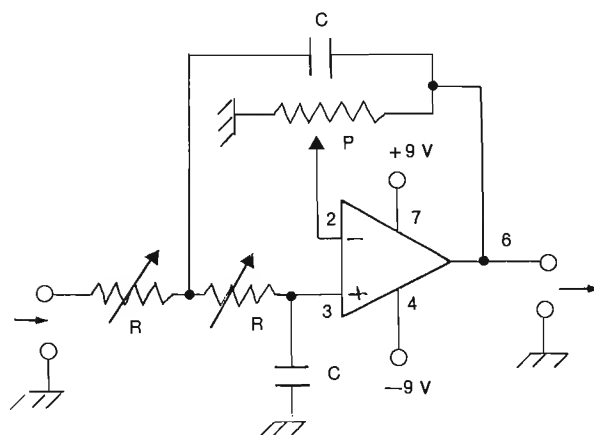
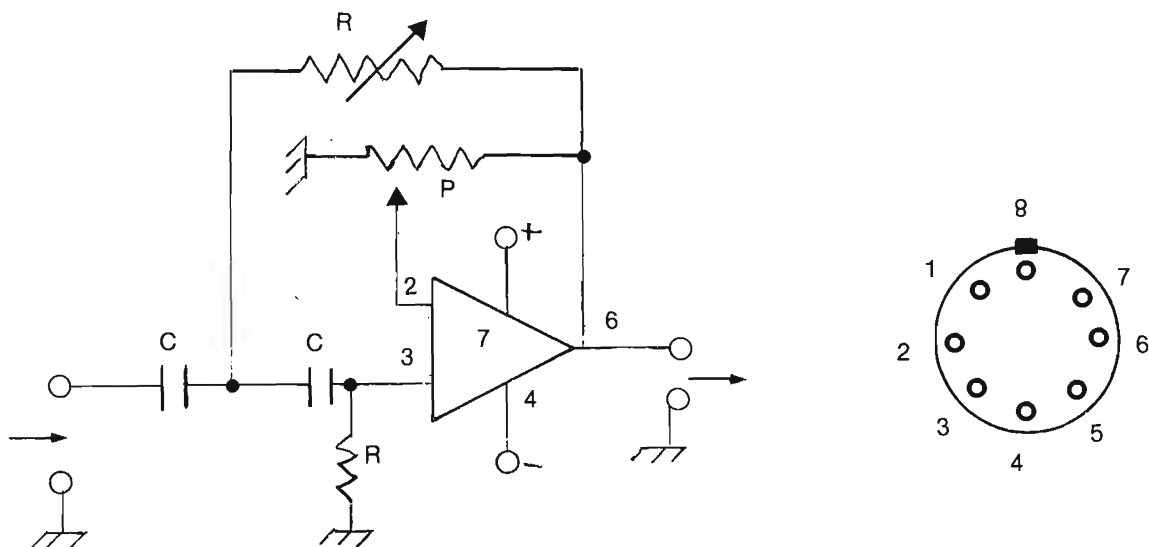

Fig. 3
Fig. 4
Fig. 3 - Se si rende dosabile il guadagno, mediante il potenziometro «P»; il Q diventa indipendente dai valori di R e C. In questo passa-basso, selezionate le capacità C (che sono eguali) si calcolano le due R pure eguali fra loro. Si procede quindi all'aggiustaggio della frequenza di frontiera, mediante la regolazione dei due trimmers (R). Integrato «741».
Fig. 4 - Se s'invertono le posizioni delle capacità rispetto alle resistenze (cfr fig. 3) la combinazione diventa un filtro passa-basso. Attenzione: la numerazione negli schemi elettrici 3-4-5 si riferisce agli amplificatori «741» in custodia cilindrica ad otto reofori. Quanto illustrato si riferisce all'integrato visto dall'alto: ricordare in questo caso la numerazione è anti-oraria, partendo dalla chiavetta di riferimento che in corrispondenza dell'8.